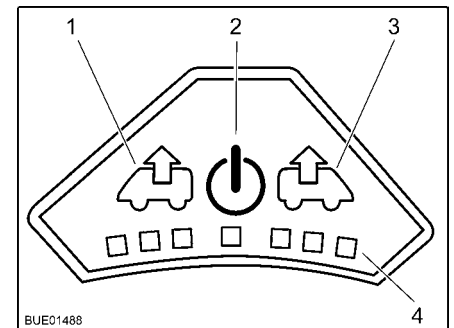

Fig. 129 Quadro comandi del ventilatore
- Accensione:** ■ Premere il tasto On/Off (Fig. 129,2). Il ventilatore funziona in modalità comfort (sfiato al numero di giri minimi del ventilatore).
- Sfiato:** ■ Per aumentare il numero di giri del ventilatore: Premere il tasto Sfiato (Fig. 129,1). Il numero di giri del ventilatore aumenta di uno stadio in direzione sfiato. I LED (Fig. 129,4) indicano gli stadi di commutazione.
■ Per ridurre il numero di giri del ventilatore: Premere il tasto Aerazione (Fig. 129,3). Il numero di giri del ventilatore si riduce di uno stadio.
- Aerazione:** ■ Per aumentare il numero di giri del ventilatore: Premere il tasto Aerazione (Fig. 129,3). Il numero di giri del ventilatore aumenta di uno stadio in direzione aerazione. I LED (Fig. 129,4) indicano gli stadi di commutazione.
■ Per ridurre il numero di giri del ventilatore: Premere il tasto Sfiato (Fig. 129,1). Il numero di giri del ventilatore si riduce di uno stadio.
- Spegnimento:** ■ Premere il tasto On/Off (Fig. 129,2). Il ventilatore si ferma, i LED si spengono.